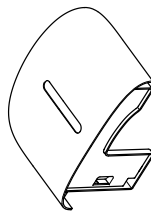

рис. 3
3. Нахиліть бак над раковиною і вилийте з нього воду (рис. 3). Під час заливання слідкуйте за тим, щоб заслінка не випала з резервуара.